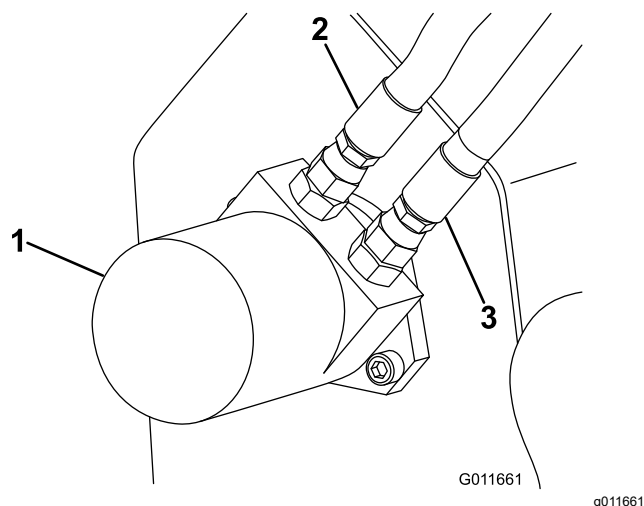

Figura 20
6. Conecte el manguito izquierdo al orificio inferior del motor (Figura 20).
7. Conecte el manguito derecho al orificio superior del motor (Figura 20).